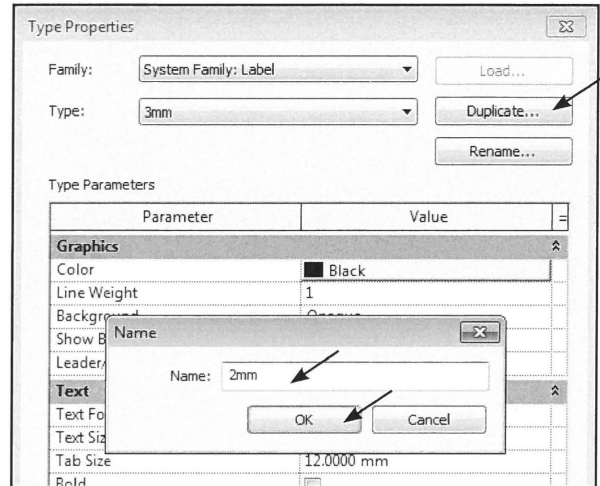

Fig. 03.52. Tag en kopi af den eksisterende med *Duplicate*.
- Klik *Duplicate*, giv den et navn, eksempelvis 2mm og tryk OK (Fig. 03.52).